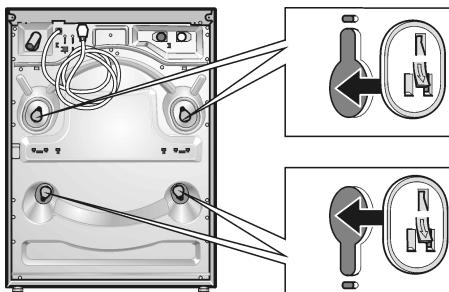

Figure 15
- Insérez les caches jusqu'à ce qu'ils encliquent à fond (see **Figure 15**).